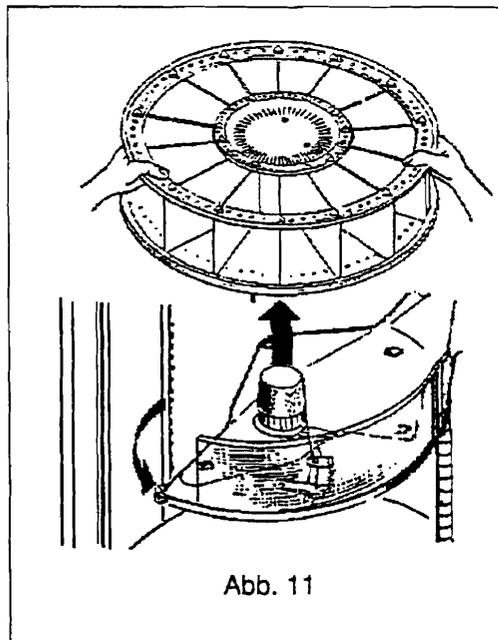

Abb. 11
- c) Trommeln von den Schwenkhebeln entfernen und gründlich reinigen, d.h. abwaschen. Schwenkhebel und Schiebetüren abtrocknen, siehe Abb. 11.
- e) Trommeln wieder korrekt einbauen, siehe Abb. 11.